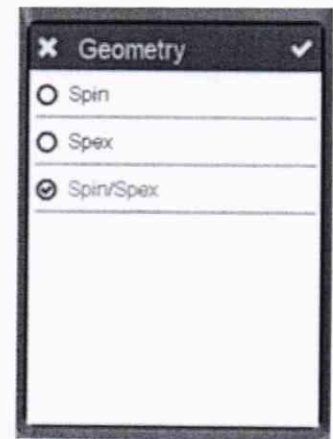

Рисунок 10 – Выбор геометрии измерений
10.1.3.2 Установить характеристики в соответствии с рисунками с 8 по 10 (рис. 10 только для геометрии d/8). Подтвердить выбор, нажав на галочку в правом верхнем углу.
10.2.7 Для проведения измерений нажать «Measure» в окне «Absolute» (см. рисунок 10) или нажать на кнопку «включение/работа» (см. рисунок 1б). На экране появятся измеренные значения. Провести измерения блеска 5 раз.